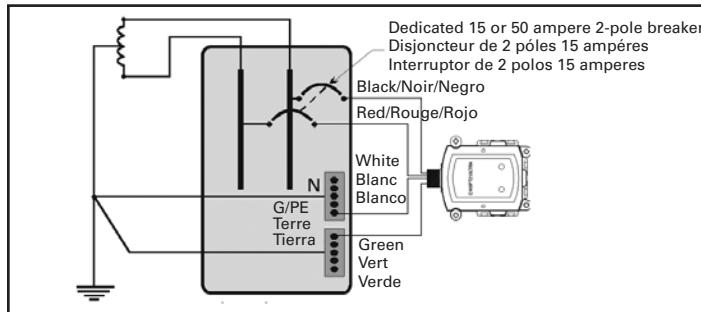

Figure 6. Wiring the CHSPT2SURGE/ULTRA/Câblage du CHSPT2SURGE/ULTRA/Conexión del CHSPT2SURGE/ULTRA
16. Check that all connections are correct (refer to wiring diagram **Figure 6**).
- Vérifiez tous les branchements (consultez le diagramme électrique de la **Figure 6**).